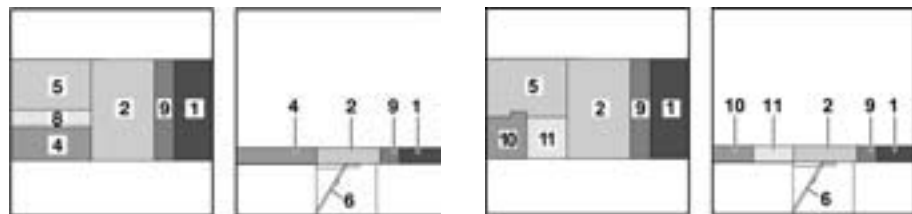
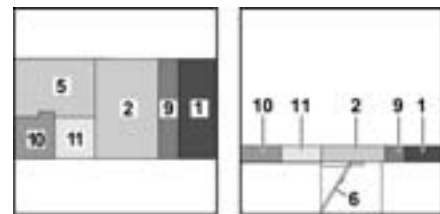

Bild 125 Nach dem Umbau (Variante 1)
Bild 126 Nach dem Umbau (Variante 2)
- Das Rückenpolster (Bild 125,4) umlegen und zur Mitte ziehen.
- Das Zusatzpolster (Bild 125,8) zwischen das Rückenpolster (Bild 125,4) und das Sitzpolster (Bild 125,5) legen.
- Die Zusatzpolster (Bild 126,10 und 11) zwischen das Sitzpolster (Bild 126,5) und die Wand legen.
- Das Zusatzpolster (Bild 125,9 oder Bild 126,9) zwischen das Rückenpolster (Bild 125,1 oder Bild 126,1) und das Sitzpolster (Bild 125,2 oder Bild 126,2) legen.